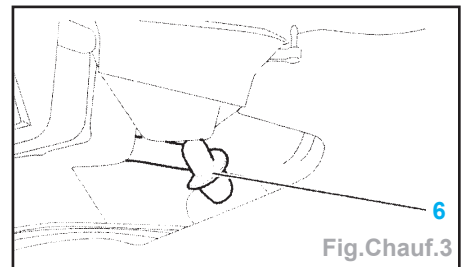

Fig.Chauf.3
Impératif : brancher le tuyau d'évacuation d'eau (6) (Fig.Chauf.3).